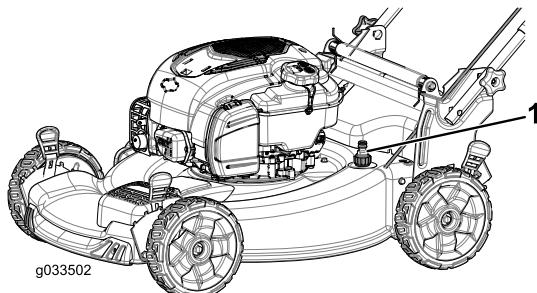

Рисунок 21
- Присоедините садовый шланг, подключенный к источнику воды, к промывочному отверстию в корпусе (Рисунок 21).